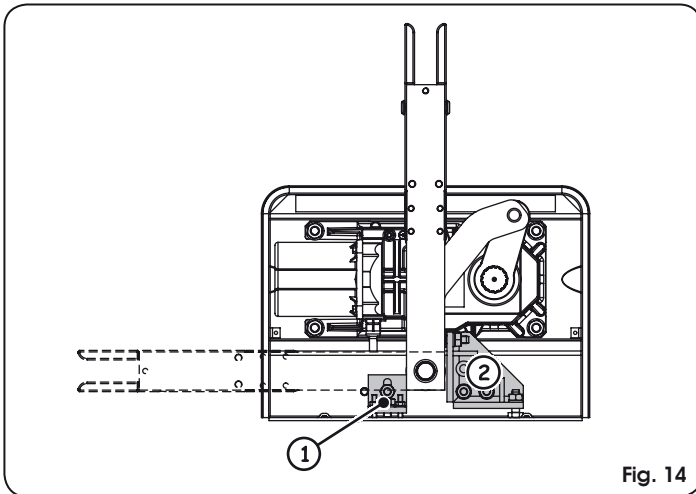

Fig. 14
*Para los sistemas con apertura a 110° y 140° se puede aplicar en el interior de la caja portante los topes mecánicos (opcional) en apertura (Fig. 14 rif. ①) y cierre (Fig. 14 rif. ②). Para la fijación hágase referencia a las relativas instrucciones.*